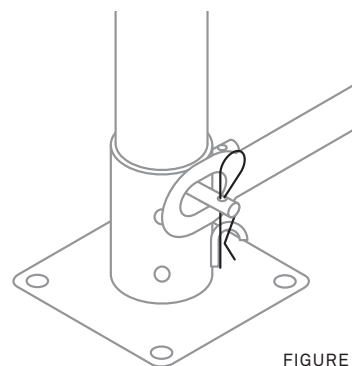

FIGURE 9
11. Insérez les tubes de la structure de sol sur l'ergot horizontal de l'embase. Insérez ensuite la goupille bêta en place comme illustré sur la figure 9 pour éviter que la structure de sol se dégage de l'ergot.